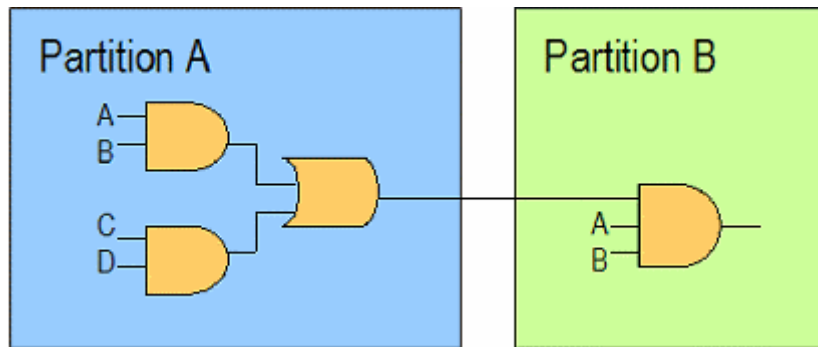

图2. 逻辑优化被 Partition 边界闭塞。
**Partition** 必须在设计被综合之前就在模块实例上进行设置。然后，综合引擎将把 **Partition** 接口作为待优化的障碍进行处理。例如，图 2 所示的异步逻辑结构可能被合并成一个更优化的形式。如果 **Partition** 在这个逻辑的一个部分上已被设置，综合引擎不能对它进一步优化，这是因为它会修改 **Partition** 接口。类似的情况会出现在像映射这样的下游实现工具中。逻辑内部和外部的 **Partition** 将被完全最优化。如果关键时序路径需要这种优化出现，它将会被 **Partition** 边界闭塞。为了避免出现这个问题，要把寄存器添加到跨越 **Partition** 边界的各种信号上，或者确信这些信号的时序不是关键的。